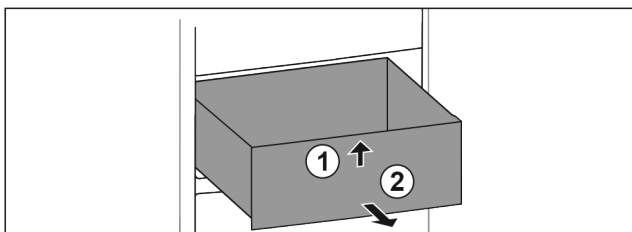

Fig. 166
- Підняти висувний ящик спереду. Fig. 166 (1)
- Вийняти висувний ящик рухом вперед. Fig. 166 (2)